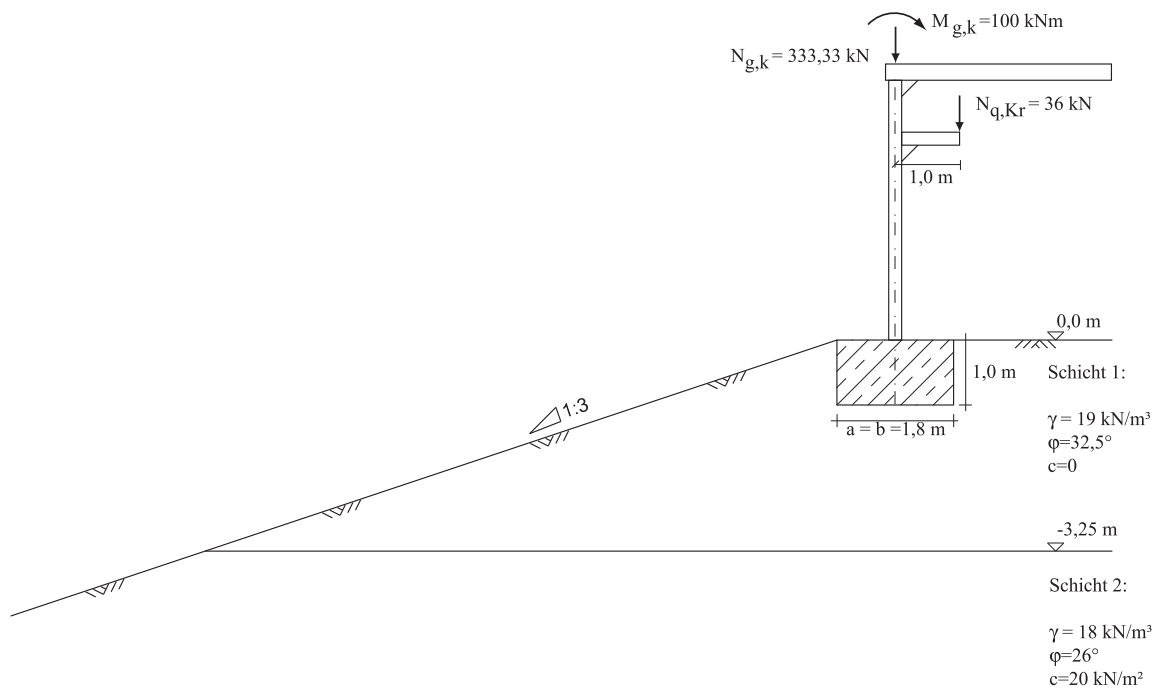

Abbildung 4.1: Hallenstütze mit Belastung
Eine Hallenstütze wird aus der Dachkonstruktion durch eine zentrisch wirkende Vertikalkraft von  $N_{g,k} = 333,33 \text{ kN}$  und ein Moment  $M_{g,k} = 100 \text{ kNm}$  belastet. Eine Kranbahn übt zusätzlich eine Vertikalkraft von  $N_{q,k} = 36 \text{ kN}$  aus. Die Hallenstütze ist zentrisch auf einem im Grundriss quadratischen Fundament mit den Abmessungen  $a=b=1,8 \text{ m}$  gegründet (Abbildung 4.1).
- Die Bodenkennwerte können Abbildung 4.1 entnommen werden.